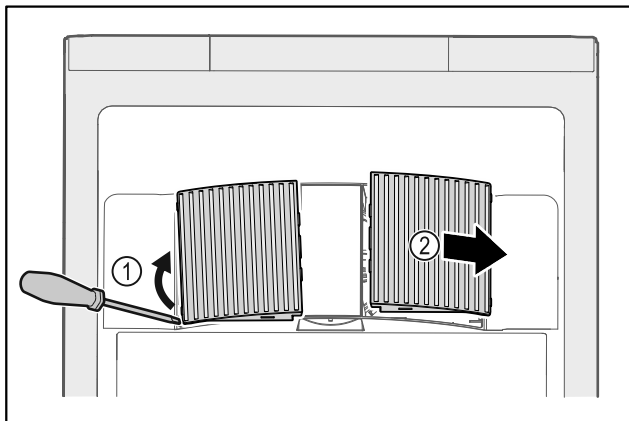

Fig. 228
- ▶ Väännä tuulettimen suojukset varovasti sivulta pois paikaltaan Fig. 228 (1) ja poista suojukset etukautta Fig. 228 (2).